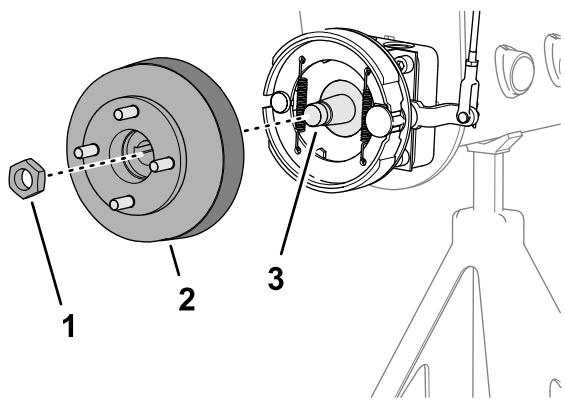
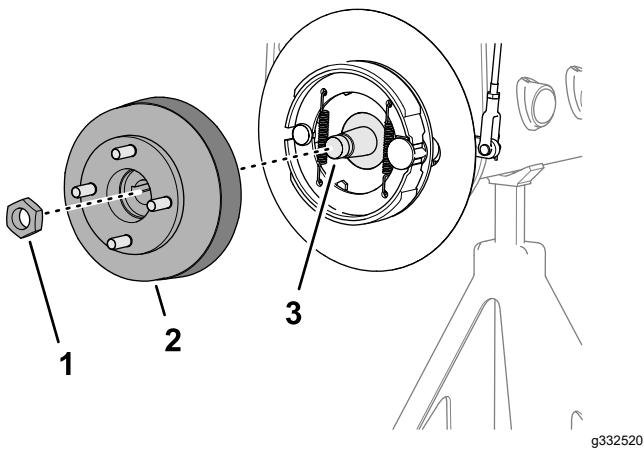

Figure 61
Figure 62
1. Retirez les contre-écrous qui fixent le moyeu sur l'arbre du moteur de roue (Figure 61 ou Figure 62).
- 4. Utilisez l'extracteur de moyeu de roue spécifié pour déposer le moyeu de roue et le tambour de frein de l'arbre du moteur de roue (Figure 61 ou Figure 62).